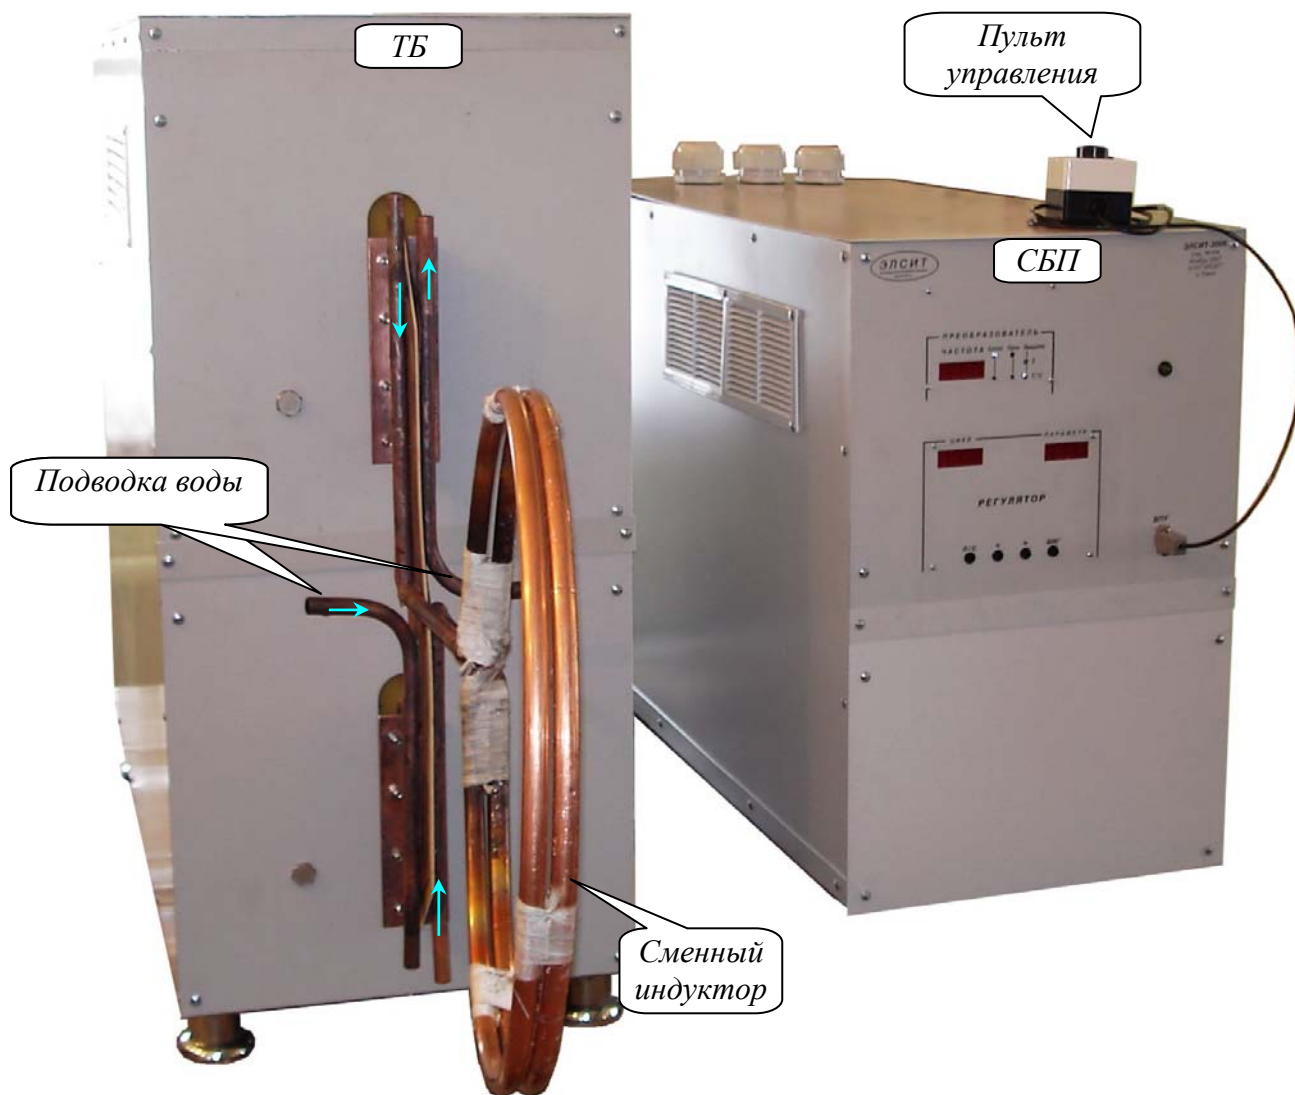
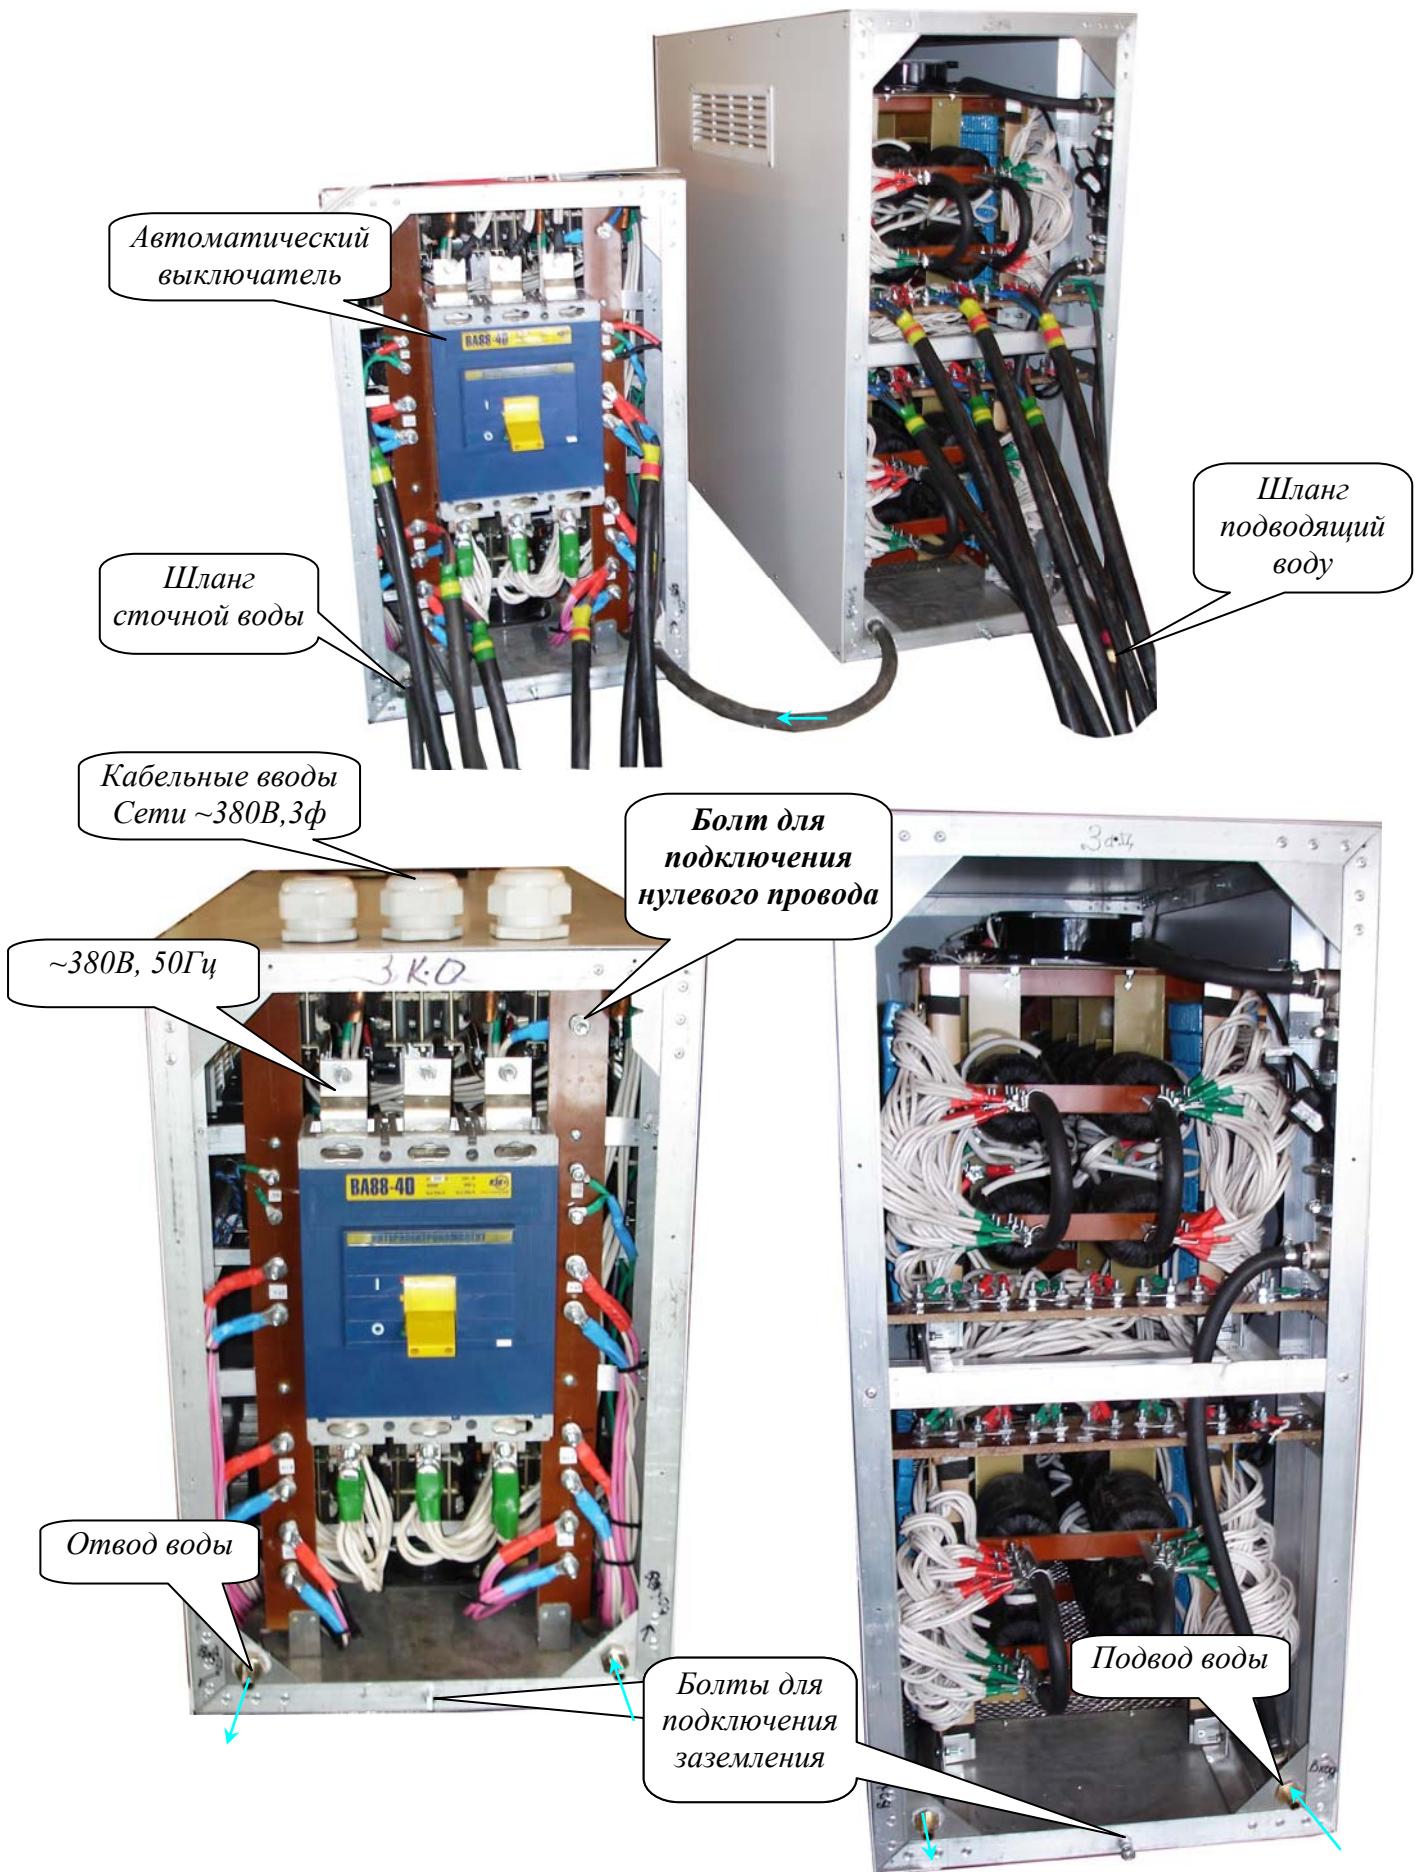

Рисунок 1. Установка ЭЛСИТ-300К
Рисунок 2. Силовой блок преобразователя (задняя панель)
Подключение сменного индуктора и пульта управления изображены на рис.1.
Подводка воды и подключение силовых кабелей изображены на рис.2.
- 2) Нажатием кнопки «Пуск»/педали запускается таймер/регулятор и устанавливается запрограммированная мощность, засветится красный светодиод (**индуктор под напряжением**) над индуктором (рис.1); на индикаторе «ПАРАМЕТР» высветится значение таймера.
- 3) После завершения работы таймера происходит плавное выключение управления СБП, погаснет красный светодиод (**индуктор под напряжением**) над индуктором (рис.1).
- 1) Автоматический выключатель на СБП установить в нижнее положение (рис.2).
- 2) Подвести сеть  $\sim 380\text{В}$ , 50Гц к СБП на автоматический выключатель (рис.2). **Нулевой провод подключается на отдельную клемму рядом с автоматическим выключателем!!!**
- 3) Подключить заземление, используя **специальный болт на корпусе СБП** (рис.2).
- 4) Соединить СБП с ТБ при помощи силовых кабелей, учитывая цветовую маркировку (рис.2).
- 5) Подключить сменный индуктор к клеммам ТБ (рис.1).
- 6) Подвести водяное охлаждение индуктора, СБП и ТБ (рис.1, рис.2).
- 7) Подключить пульт управления с помощью соединительного шнура к СБП через разъём ВПУ (рис.1).
- 8) Включить автоматические выключатели на СБП (рис.2).
- 12) Нажать кнопку «**Стоп**» на передней панели СБП на ВПУ (рис.1) для сброса защиты (св.д. «**Стоп**» должен погаснуть).
- 16) После работы автоматический выключатель на СБП установить в нижнее положение (рис.2).